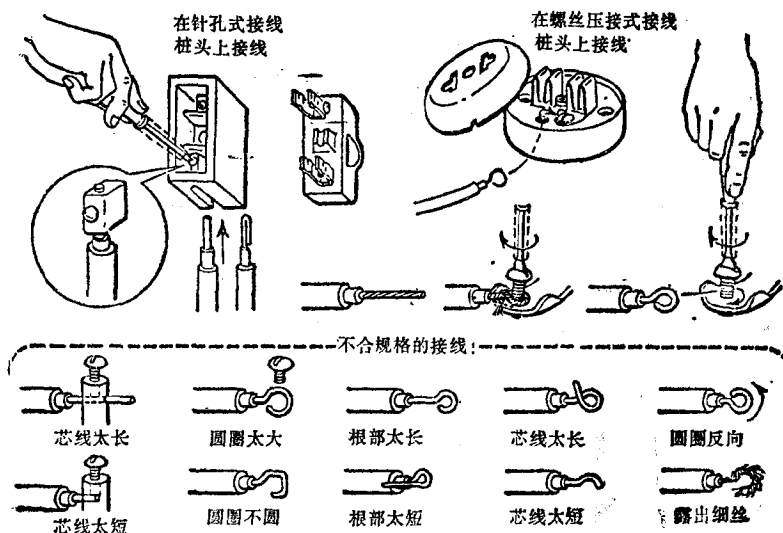

图 1-6 电线与接线桩头的连接
在螺丝压接式接线桩头上接线时，如果是单根芯线，要先用钢丝钳的钳口把芯线弯一个圆圈，套在螺丝上，再旋紧螺丝。但应注意：① 圆圈大小应适当，最好略比螺丝大些；② 圆圈应弯的很圆；③ 圆圈的根部长短应适当；④ 圆圈弯成后，余下的芯线应剪去，但不可多剪；⑤ 把圆圈套在螺丝上时，圆圈弯曲的方向应跟螺丝旋紧的方向一致。如果是多根细丝的软线芯线，则要把芯线绞紧后顺着螺丝旋紧的方向绕螺丝一圈，再在线头的根部绕一圈，然后旋紧螺丝，剪去余下的芯线。见图 1-6。